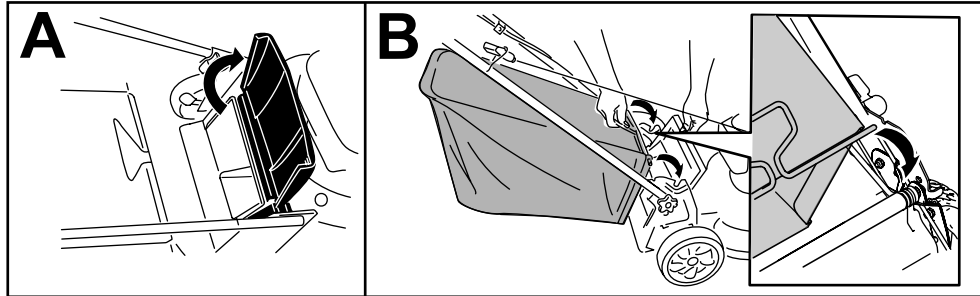

Figura 20
1. Levante y sujete el deflector trasero (Figura 20, A).
2. Instale la bolsa de recogida, asegurándose de que los pasadores de la bolsa descansan en las muescas del manillar (Figura 20, B).